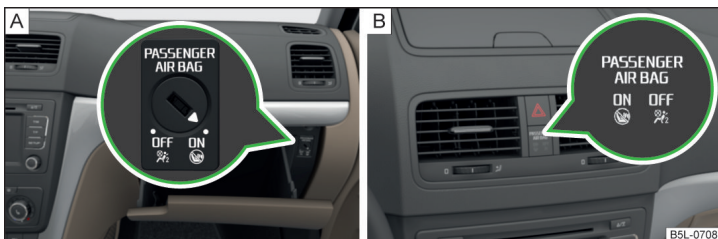

Fig. 10 Comutador de llave para el airbag lateral del acompañante/Testigo para el airbag delantero del acompañante
El airbag frontal del acompañante se puede desconectar con el conmutador de llave » fig. 10 de la pág. 21 - A.
Posiciones del conmutador de llave » fig. 10 - A
**OFF** El airbag frontal del acompañante está apagado - después de encender la conexión ilumina el testigo de control **OFF** ☹️, » fig. 10 - B